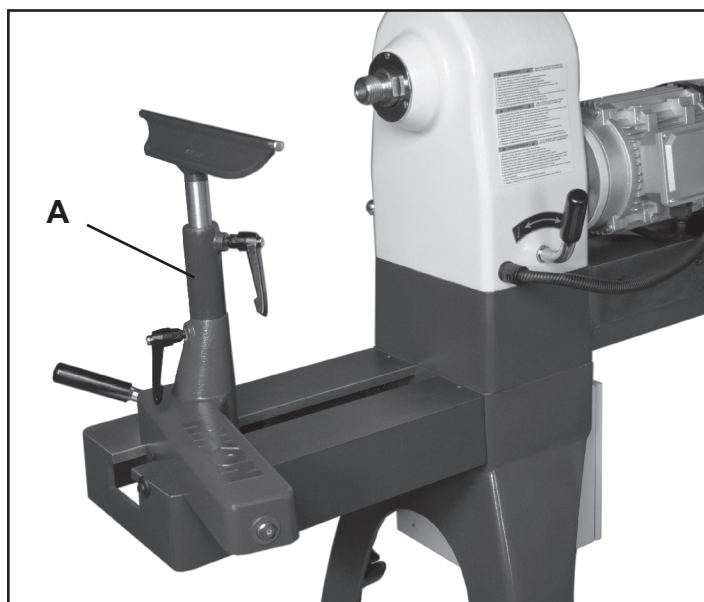

FIG. 29
Ceci augmente le dégagement du tour de 18" sur le bâti à 27-1/2" au-dessus de cette rallonge extérieure. Fig. 29.
**NOTE :** pour le tournage extérieur, l'utilisation de la rallonge de hauteur de 4" pour le porte-outil est nécessaire. Fig. 29, A. Cet accessoire optionnel est montré à la page 37.